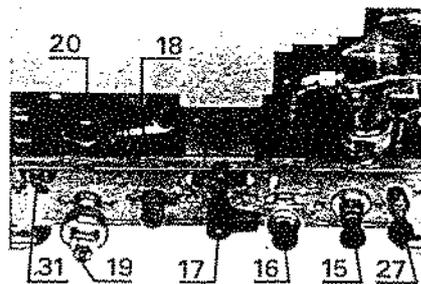

Fig. 9
12) Dégazeur avec purge manuelle, placé en amont de la pompe: La chasse de l'air emprisonné dans le dégazeur se fait en agissant sur la vis de purge et le robinet de purge situé sur la plaque de robinetterie (31) (fig. 9).